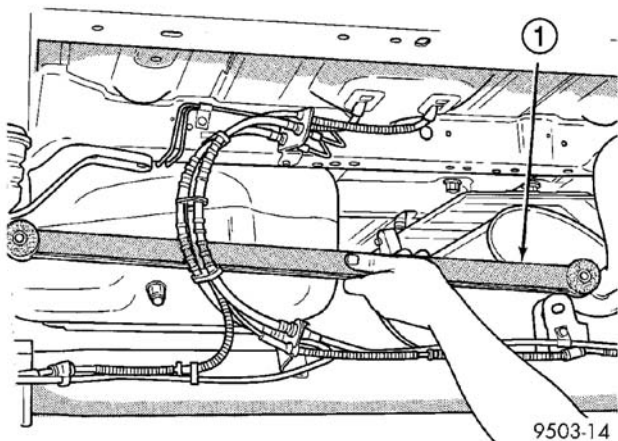
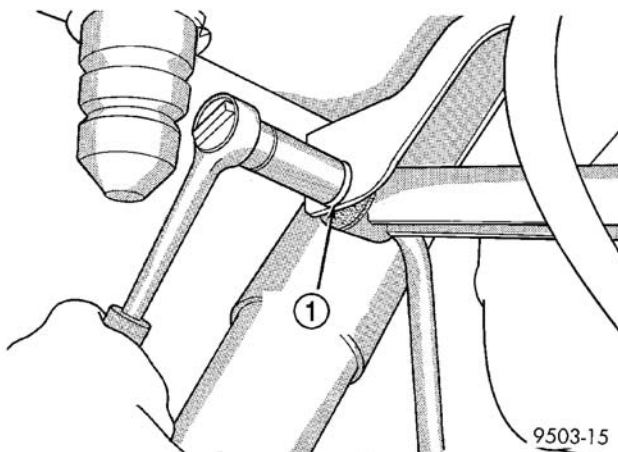

图 42 推力杆的安装（典型）
图 43 推力杆螺栓的安装
（1）将稳定杆安装到后桥上（图 42）。
(1) 先将推力杆安装到车身上的推力杆座中（图42）。安装推力杆螺栓，螺栓头要朝向车辆的后部（图43）。不要拧紧。